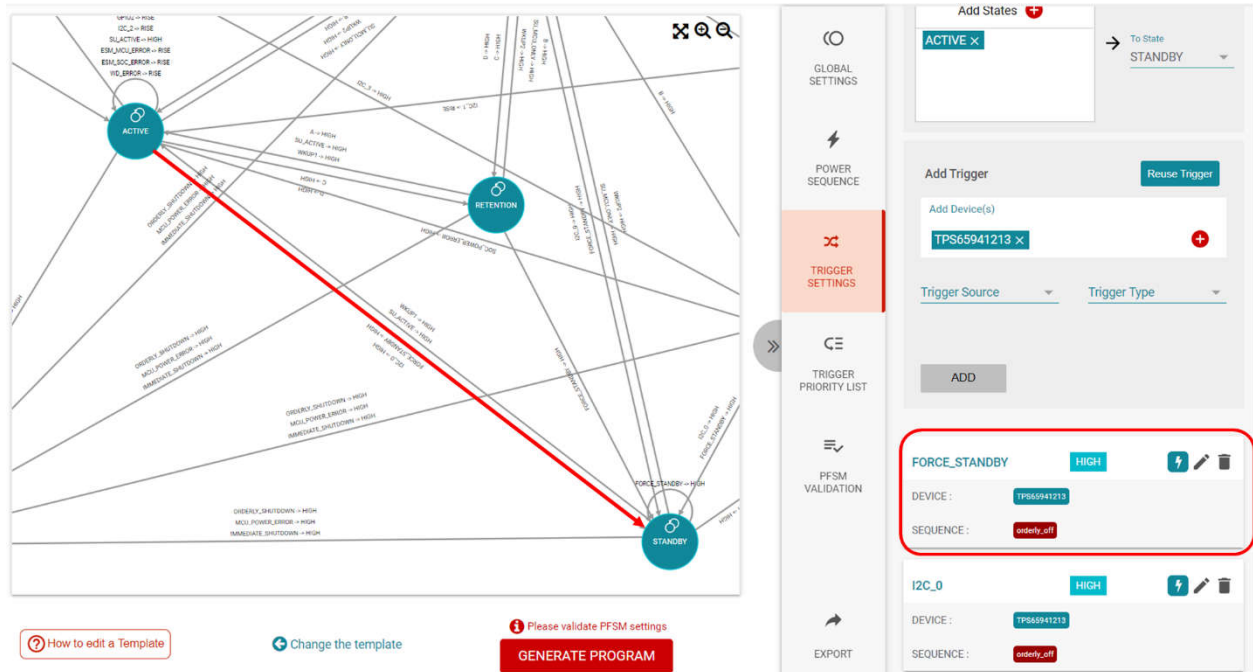

图 2-12. FSM 局部 2
3. 如果此时清除 ENABLE INIT 寄存器，刚好满足了 FROCE STANDBY 的条件，即 ENABLE=0，如图 2-12 所示，PFSM 进入 STANDBY 状态，各电源轨关闭。